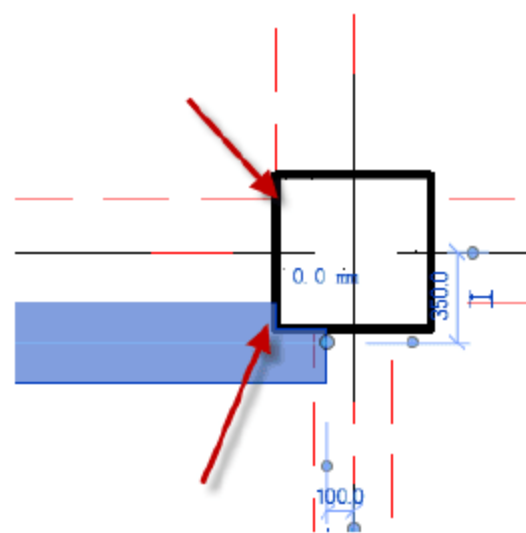

图 4.2.22 调整矩形梁的位置
(22) 调整矩形梁 KL-D 的位置, 选中矩形梁 KL-D, 按快捷键 M+V, 移动矩形梁的位置, 使其与梁线对齐, 如图 4.2.22 所示。